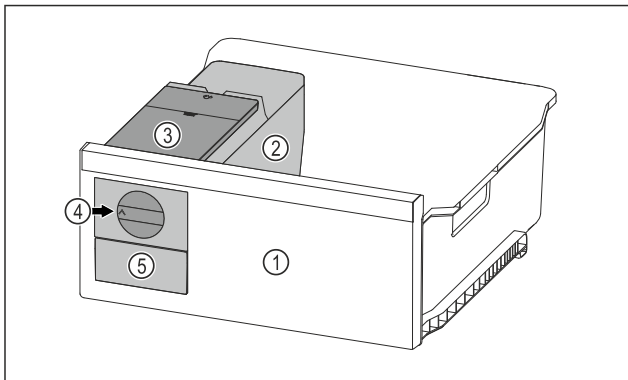

Fig. 128 Примерное изображение
- ▶ Поверните поворотную кнопку Fig. 128 (4) по часовой стрелке до упора.
- ▶ Кубики льда упадут из ванночки для кубиков льда в выдвижной ящик для кубиков льда Fig. 128 (5). Если не все кубики льда извлекаются из ванночки для кубиков льда: